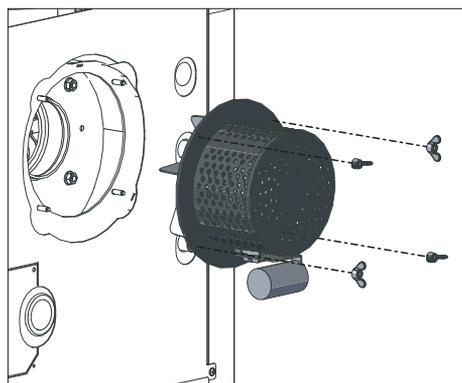

Fig. 31 Débrancher le connecteur du ventilateur et retirer les écrous à oreilles
- ▶ Débrancher le connecteur du ventilateur – Fig. 31.
- ▶ Retirer les écrous à oreilles de l'unité du ventilateur – Fig. 31.